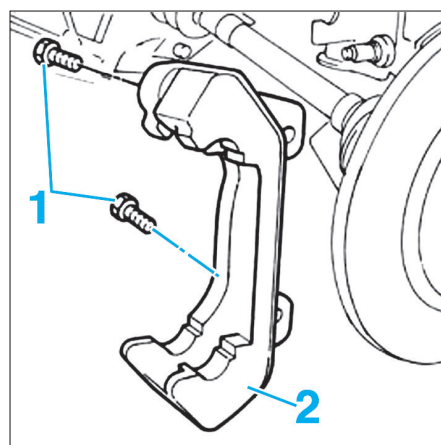

FIG. 4
- les vis de fixation (1) du support de l'étrier (2) (Fig.4).